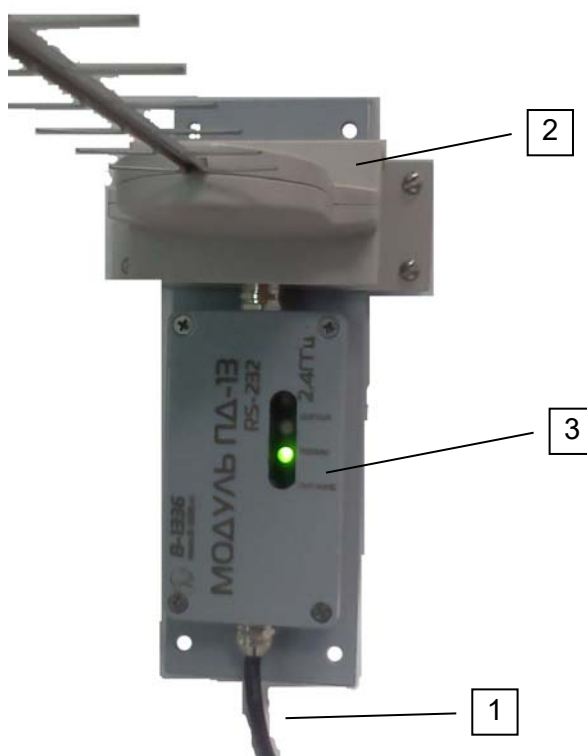

Рис.1. Модуль 13.
- 2.1. Конструктивно модуль выполнен в корпусе из алюминиевого сплава. На нижней стороне корпуса выходит интерфейсный кабель 1 (см. рис. 1) для подключения к прибору. На верхней стороне корпуса расположена антенна 2, а лицевой стороне корпуса расположен блок индикаторов 3.